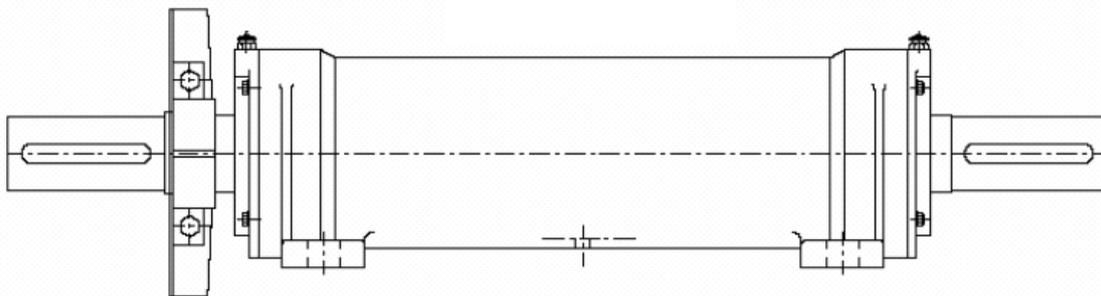

Abb. 10-12 Lagergehäuse mit Kühlgebläse
1.- Bei Lagergehäusen mit installiertem Kühlgebläse ist zunächst dessen Ausbau erforderlich (Abb. 10-12).